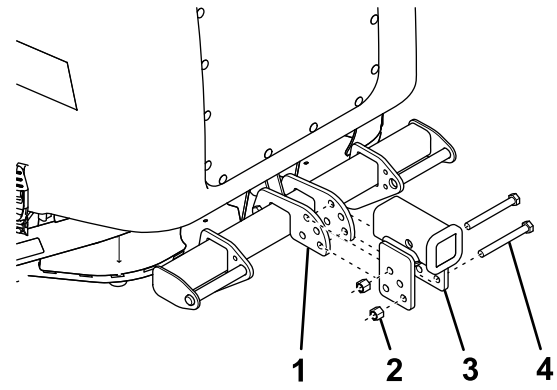

Figure 9
1. Fixez le récepteur d'attelage à l'arrière du véhicule à l'aide de 2 boulons (1/2 x 4 1/2 po) assortis de contre-écrous (Figure 9).